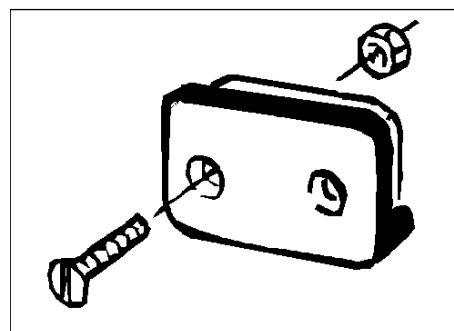

Fig. 7
1. Fixe o suporte (Fig. 7) do computador na cabine do trator.